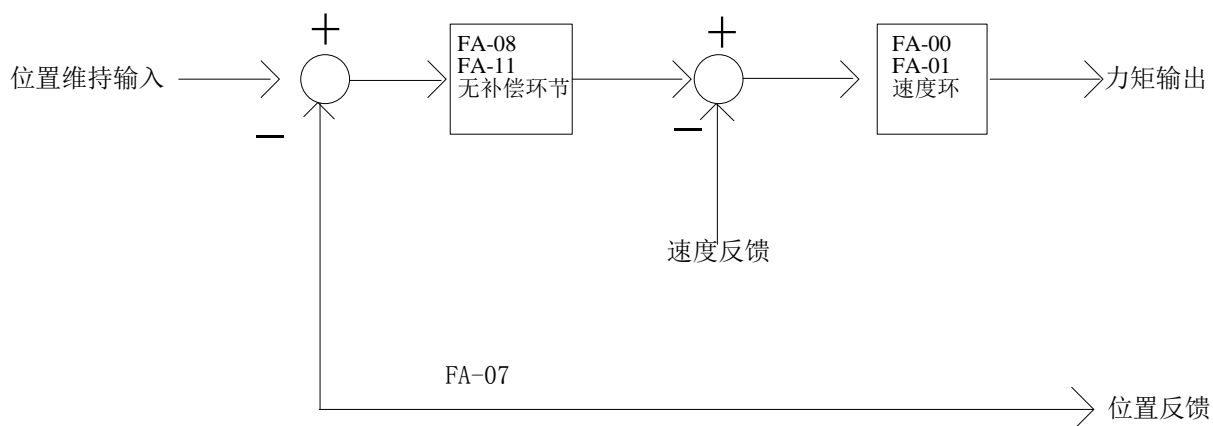

图 6.16 无负载补偿启动的工作原理示意图
- 1) 工作原理：如图 6.16 所示。在抱闸打开时，通过正余弦 PG 卡反馈的位置信息计算出当前负载情况下维持曳引机位置恒定电机所需的转矩，迅速的产生相应转矩，使曳引轮产生极小的位移，达到无负载补偿舒适启动的目地。